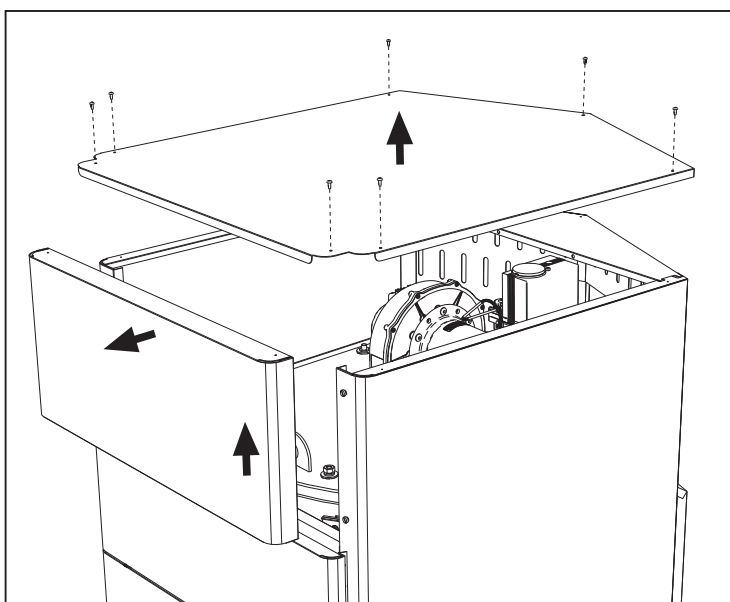

fig. 64
- Togliere il coperchio e il pannello anteriore (fig. 64).